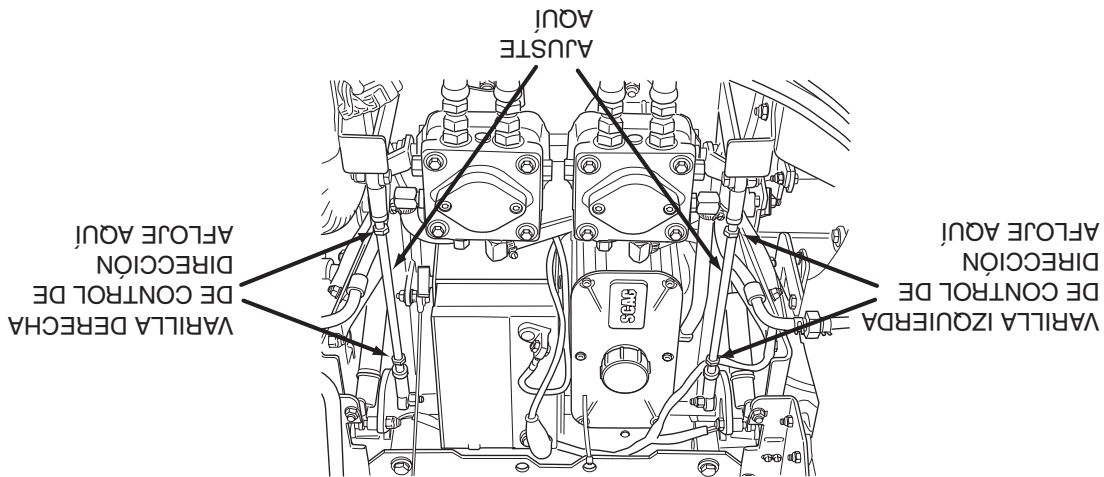

Figura 6-3. Ajuste de varillas de control de dirección
A. Detenga la máquina y coloque las palancas de control de dirección en la posición neutral. Afloje las tuercas de bloqueo que aseguran las juntas de rótula en cada extremo de la varilla de control de dirección del lado izquierdo. Gire la varilla de control para acortar la varilla y apriete las tuercas de bloqueo. Esto causará que la varilla de control golpee menos la bomba del lado izquierdo, disminuyendo la velocidad de la rueda de dicho lado. (Vea la Figura 6-3).
A. Detenga la máquina y coloque las palancas de control de dirección en la posición neutral. Afloje las tuercas de bloqueo que aseguran las juntas de rótula en cada extremo de la varilla de control de dirección del lado derecho. Gire la varilla de control para acortar la varilla y apriete las tuercas de bloqueo. Esto causará que la varilla de control golpee menos la bomba del lado derecho, disminuyendo la velocidad de la rueda del lado derecho. (Vea la Figura 6-3, página 24).
4. Ajuste la rueda izquierda aflojando las contratuercas en la varilla de control de dirección y gire la varilla hasta que la rueda motriz gire hacia adelante. Gire la varilla en sentido contrario hasta que la rueda motriz deje de moverse. Gire la varilla 1/2 vuelta adicional hacia atrás. (Vea la Figura 6-3).